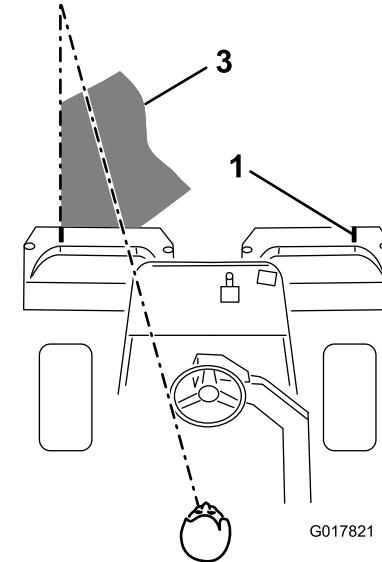

Figura 38
- Durante le passate di ritorno sovrapponete uno spazio minimo alla falciatura precedente. Per tosare in linea retta il green e mantenere la macchina alla medesima distanza dal bordo della falciatura precedente, immaginate una linea da 1,8-3 m circa davanti alla macchina fino al bordo della sezione di green da tosare (Figura 38). Potrebbe essere utile includere nella linea di collimazione il bordo esterno del volante, vale a dire, tenere allineato il bordo del volante con un punto che si trovi sempre alla stessa distanza dalla parte anteriore della macchina (Figura 38).